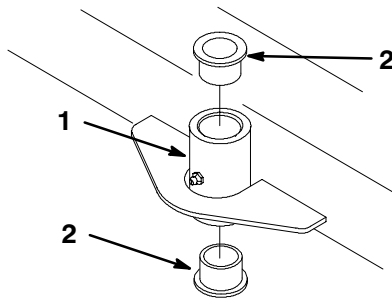

Figure 22
5. Dégager les coussinets hors du support à l'aide d'un chasse-goupille (Fig. 22).
8. Insérer les coussinets dans le support à l'aide d'un marteau et d'une cale martyre (Fig. 22).